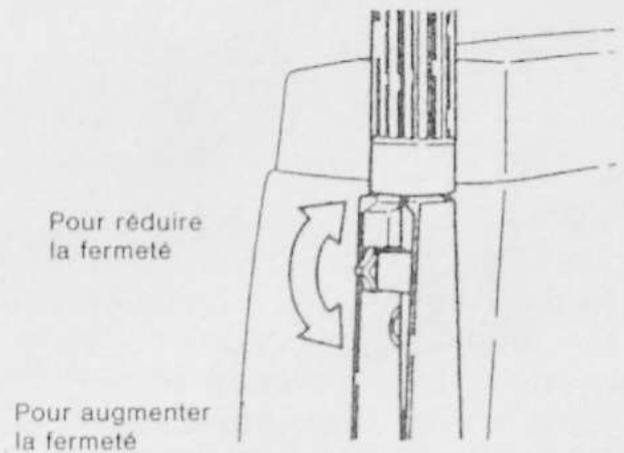

Fig. 8
- Tourner la vis de réglage de friction située sur la barre franche pour régler la fermeté de rotation de la poignée des gaz. (Fig. 8).